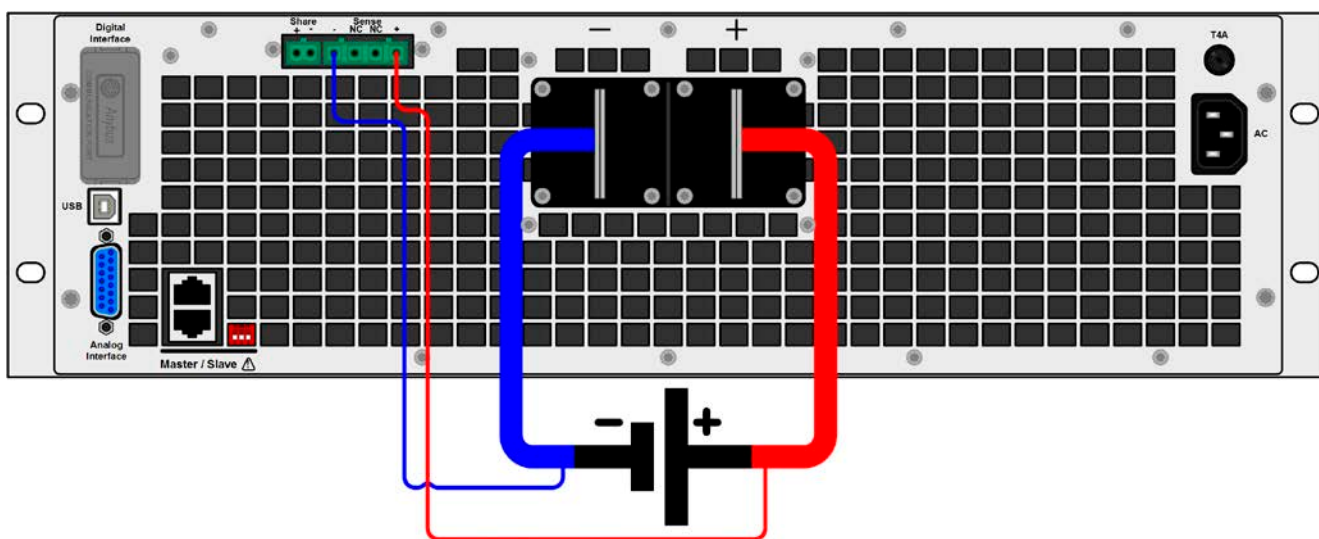

Bild 12 - Beispiel zur Fernfühlungsverdrahtung
- Die Fernfühlung ist nur im Konstantspannungsbetrieb (CV) wirksam und der Fernfühlungsanschluß sollte möglichst nur solange angeschlossen bleiben, wie CV benutzt wird, weil die Schwingneigung des Systems durch Verbinden der Fernfühlung generell erhöht wird.
- (+) Sense darf nur am (+) der Quelle und (–) Sense nur am (–) der Quelle angeschlossen werden. Ansonsten könnte die elektronische Last beschädigt werden. Siehe auch Bild 12.